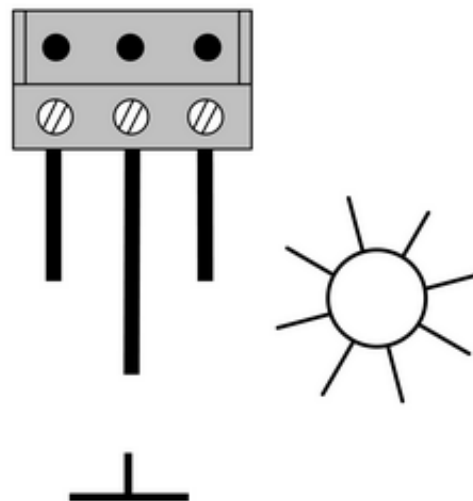

Figura 3: Conexión en el bloque de terminales
- Conectar el sistema de sensores como se indica en el esquema (figura 3). En el sensor de sol está marcada la conexión a "Tierra". En el cable de prolongación está marcado el "Sol". La "Tierra" es el conductor del medio.